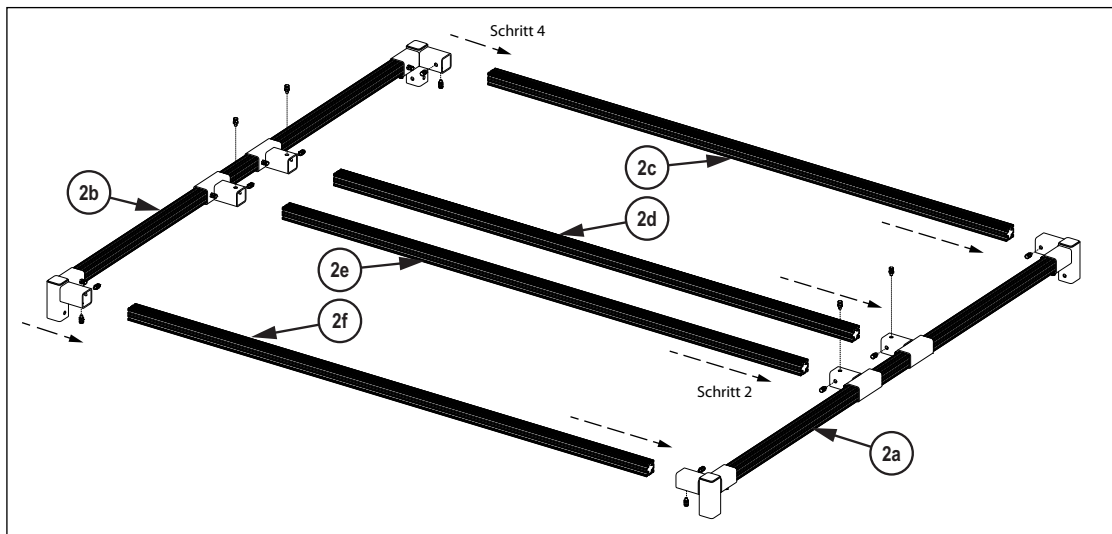

Abbildung 3-11. Montage des oberen Rahmens
2. Die kurzen Stangen 2c, 2d, 2e und 2f wie in Abbildung 3-11 gezeigt in die Verbinder an der Stange 2a einsetzen.
4. Die kurzen Stangen 2c, 2d, 2e und 2f wie in Abbildung 3-11 gezeigt in die Verbinder an der Stange 2b einsetzen.